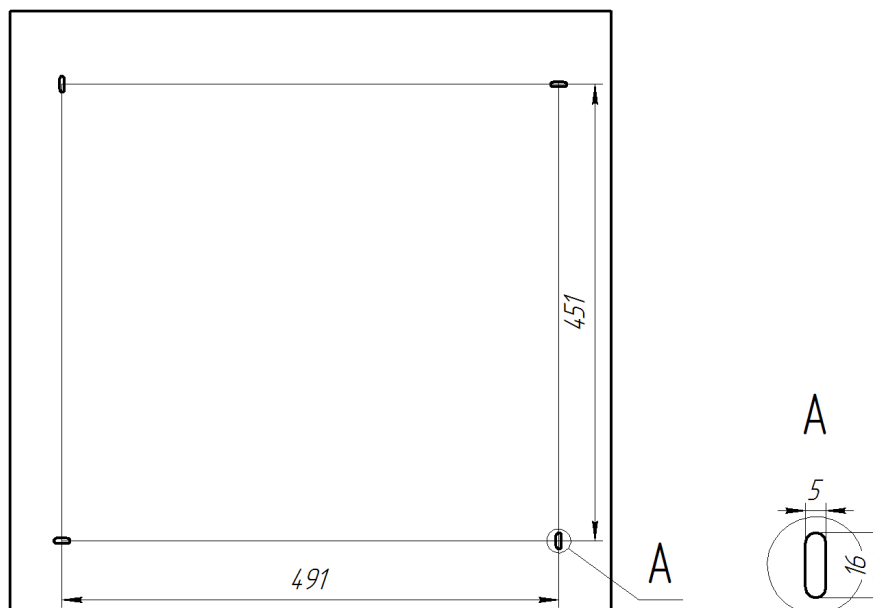

Рисунок 3. Расположение установочных отверстий на корпусе светильника Econex Office 595 AN для накладного монтажа.
5.3.1. Для установки светильника необходимо повернуть торцевую панель и аккуратно снять рассеиватель. Надежно закрепить на ровной поверхности корпус светильника при помощи креплений (не входят в комплект поставки), габариты для монтажа см. рисунок 3.